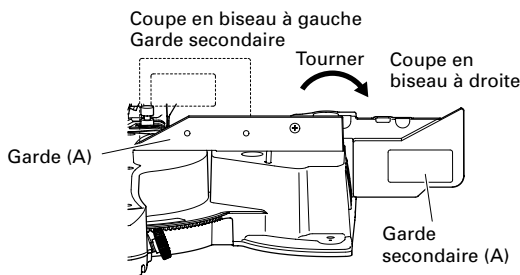

Fig. 10
Dans le cas d'une coupe en biseau à droite, soulever la garde secondaire (A) comme le montre la Fig. 10 puis la tourner dans le sens des aiguilles d'une montre.
5. Vérification de l'utilisation de la garde secondaire (B)